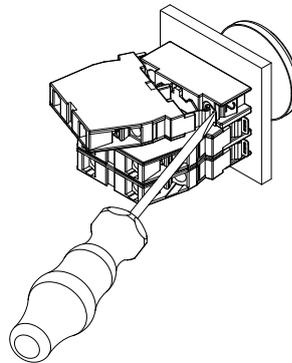

Fig. 8
1. Démontage des éléments de contact EF au moyen d'un tournevis plat taille 2 (Fig. 8).